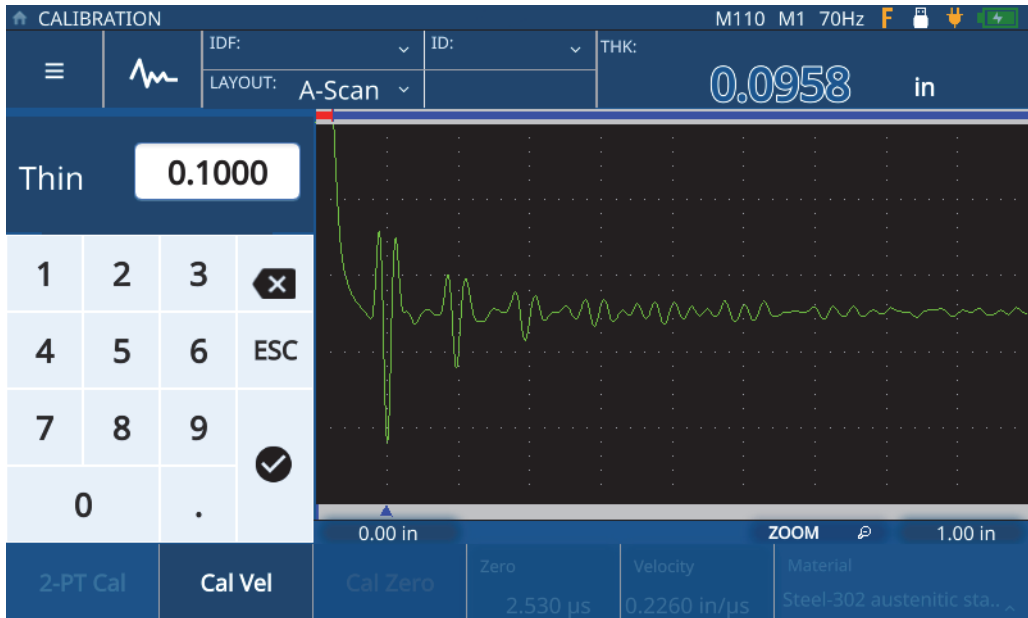

Figura 5-6 Introducir el espesor de la muestra
5. Pulse el valor **Thin** (Delgado) para acceder al modo de modificación e introduzca el espesor de la muestra (ver Figura 5-6 en la página 51).